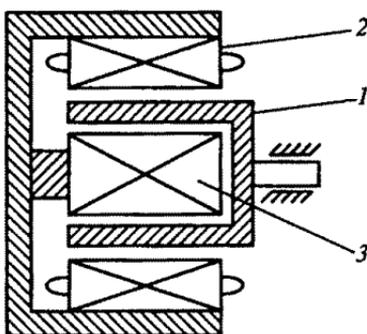

Рис. 228
9.62. Для чего ротор асинхронных микродвигателей выполняется в виде латунного или алюминиевого стакана *1* (рис. 228), расположенного в расточке сердечника статора между его наружной *2* и внутренней *3* частями, и какая из указанных причин является главной?